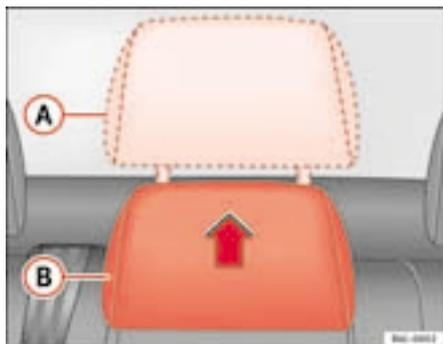

Fig. 5 Posizionamento del poggiatesta posteriore centrale
- Posizione sollevata o di utilizzo **A** ⇒ fig. 5. In questa posizione il poggiatesta agisce come un poggiatesta convenzionale, assumendo, assieme alla cintura di sicurezza, una funzione di protezione per il passeggero del sedile posteriore centrale.
- Posizione di riposo **B** ⇒ fig. 5. Questa posizione permette una buona visibilità posteriore al conducente.